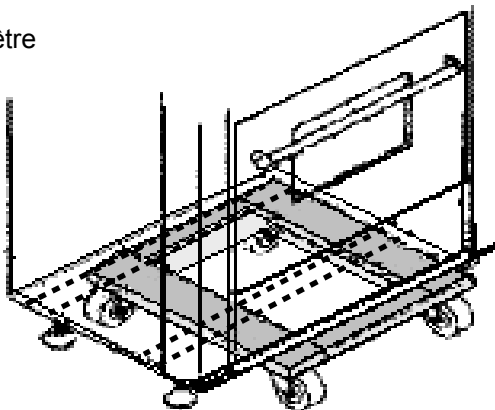

Figure 7 : Emplacement de la plate-forme à roulettes
- En raison du poids de la cuisinière, il convient d'utiliser une plate-forme à roulettes souples pour la déplacer. Le poids doit être uniformément réparti sur la plate-forme (voir Figure 7).